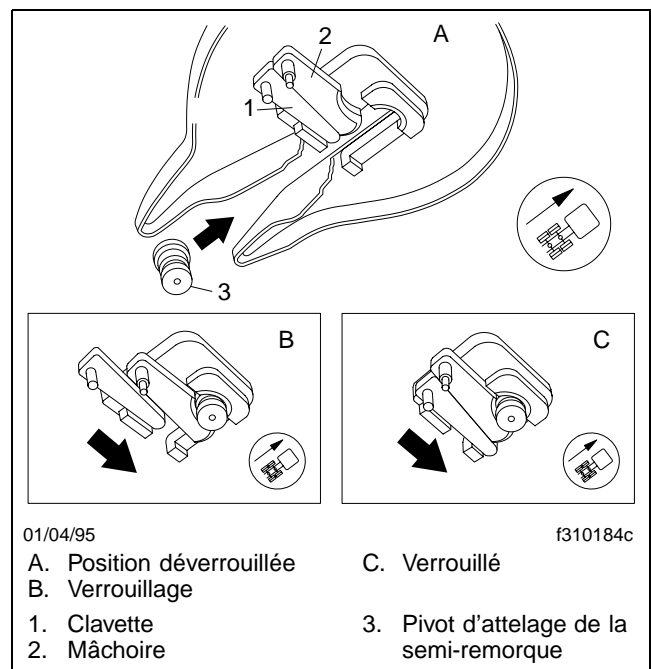

Fig. 10.18, Mécanisme de verrouillage du pivot d'attelage Fontaine
Mécanisme de verrouillage de la sellette d'attelage du pivot d'attelage de la semi-remorque (voir la Fig. 10.18)
Pendant l'attelage (**Fig. 10.18**), le déplacement du pivot d'attelage entrant dans la mâchoire déclenche la mâchoire et la clavette. La mâchoire se déplace derrière le pivot d'attelage, suivie de la clavette. Le but de la clavette est de renforcer la mâchoire et de limiter le jeu autour du pivot. Toute usure des mâchoires est immédiatement limitée par la clavette de sorte qu'il n'y a aucun jeu dans l'accouplement.
3. Placez le tracteur de sorte que l'ouverture du verrou de la sellette d'attelage est alignée (à la verticale et à l'horizontale) avec le pivot d'attelage de la semi-remorque. Le pivot d'attelage devrait être placé de façon à entrer dans la gorge du mécanisme de verrouillage comme l'illustre la **Fig. 10.18**. Réglez la béquille de la semi-remorque pour laisser suffisamment de hauteur pour permettre un verrouillage correct du pivot d'attelage.